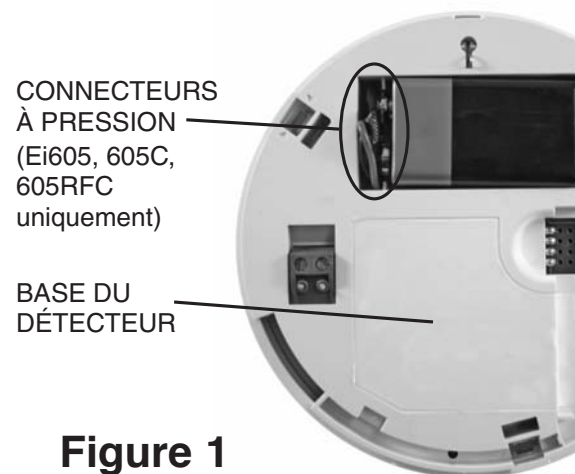

Figure 1
Modèles Ei605, Ei605C, Ei605CRF uniquement – Raccordez correctement les connecteurs à pression (voir figure 1).
6. Insérez la pile dans le connecteur à pression comme le montre la figure 1 (modèles Ei605, Ei605C, Ei605CRF uniquement).